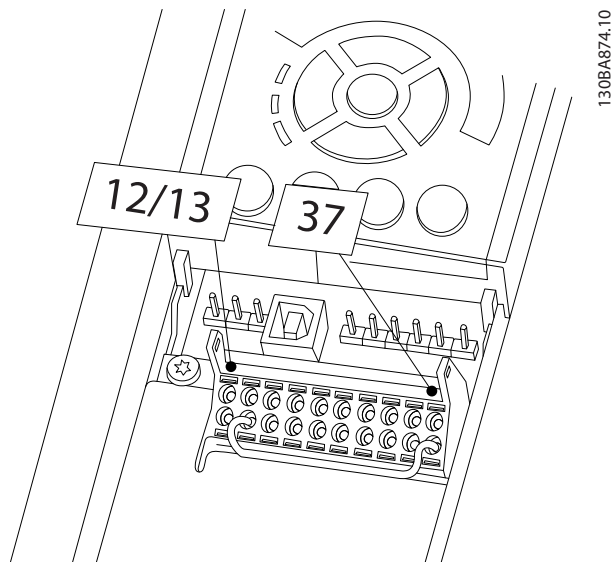

図 1.4 端子 12/13 (24 V) および 37 間のジャンパー線
1. コントロール端子 37 と 12 または 13 の間のジャンパー線を除去します。短絡を回避するためには、ジャンパーを切断/断線するのでは不十分です。(図 1.4 のジャンパーを参照してください。)